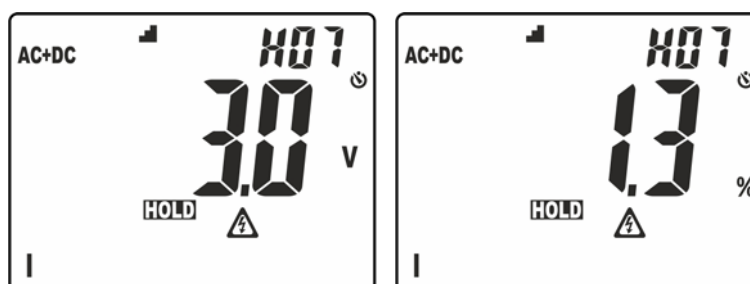

Fig. 4: Affichage du séquençement des amplitudes d'analyse harmonique
- Pression prolongée de la touche (au moins 2s) pour activer la fonction **H₂O** (**H**igher **H**armonic **O**rding de séquençement de l'amplitude des harmoniques. Dans ces conditions, la fonction «HOLD» est automatiquement activée, le symbole « \blacktriangle » est présent à l'écran, la barre graphique est désactivée et l'instrument affiche la valeur de l'amplitude de toutes les harmoniques comprises entre l'ordre 2 et l'ordre 25 en **ordre décroissant** à partir de l'harmonique d'une amplitude plus importante comme montré dans Fig. 4
Dans l'exemple de Fig. 4 l'harmonique d'une amplitude majeure correspond à l'ordre 7. Cliquer sur la touche \blacktriangle pour observer les amplitudes des harmoniques restantes et cliquer de nouveau sur la touche **H/H%/H** pour passer de l'affichage en valeurs absolues à l'affichage en pourcentages. Tourner le sélecteur pour quitter cette fonction.